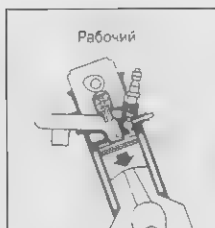

Рис. 7.9. Рабочий ход
- ✓ **Такт 3 — рабочий ход.** При закрытых клапанах топливо самовоспламеняется, и энергия взрыва опускает поршень (рис. 7.9). Эта энергия передается через **коробку передач** и остальную **трансмиссию** к колесам, что заставляет машину двигаться.